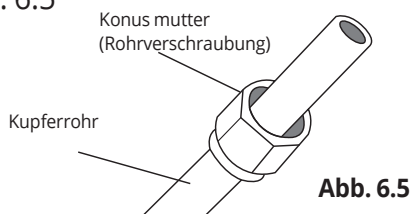

Abb. 6.5
3. Setzen Sie Konusmutter auf beide Rohrenden. Achten Sie darauf dass sie in die richtige Richtung ausgerichtet sind, da sie nach der Aufweitung nicht geändert werden können. Siehe Abb. 6.5